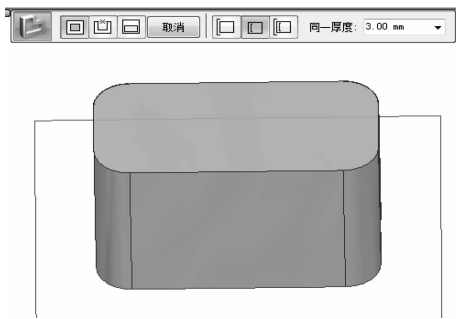

图 7-8 薄壁尺寸
(1) 选择【主页】下【实体】菜单栏中的【薄壁】特征，在自动弹出的功能菜单栏中单击【薄壁-同一厚度】按钮和【薄壁-内向偏置】按钮，将【同一厚度】改为 3mm，如图 7-8 所示。